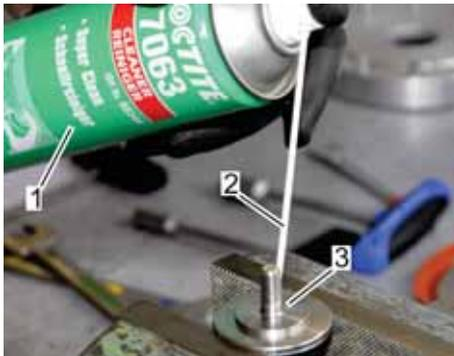

Abb. 44: Membranhalterung reinigen
- 6. ➔ Mit dem Mittel der Reinigungsspraydose (Abb. 44/1) die Membranhalterung (Abb. 44/3) durch den Sprühschlauch (Abb. 44/2) für die Klebung reinigen.